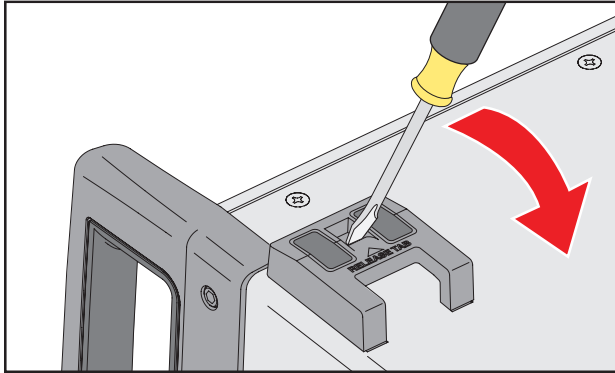

Abbildung 2. Entfernen der Antirutsch-FüÙe
2. Entfernen Sie die Antirutsch-FüÙe auf der Unterseite des Kalibrators, wie in Abbildung 2 dargestellt.